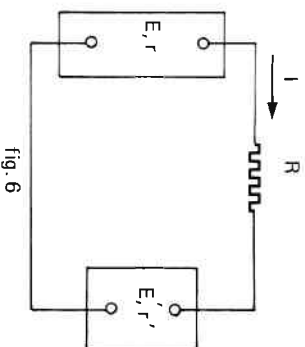

fig. 6
Choisissons arbitrairement sur un conducteur un point O que nous désignerons par origine des tensions (fig. 6).
b) Le circuit comporte un générateur et un récepteur (fig. 6)